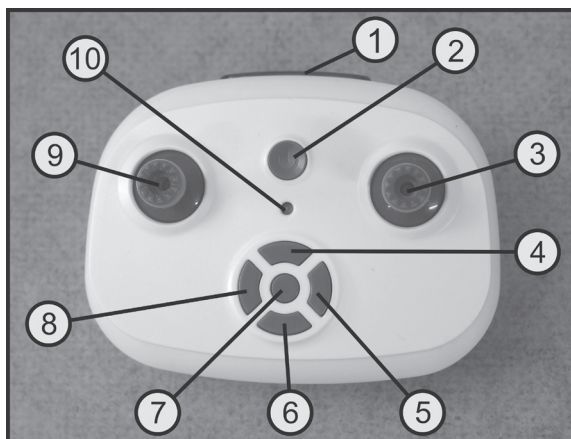
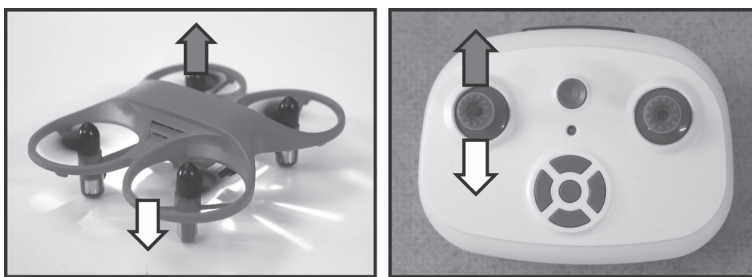
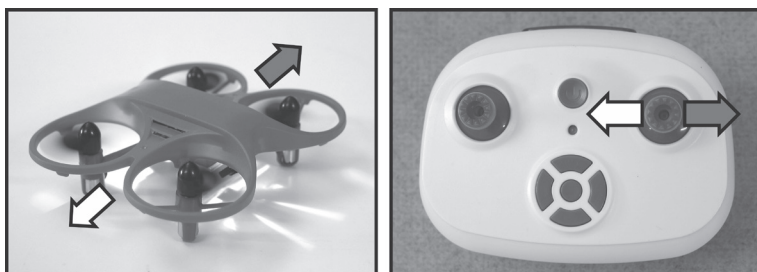
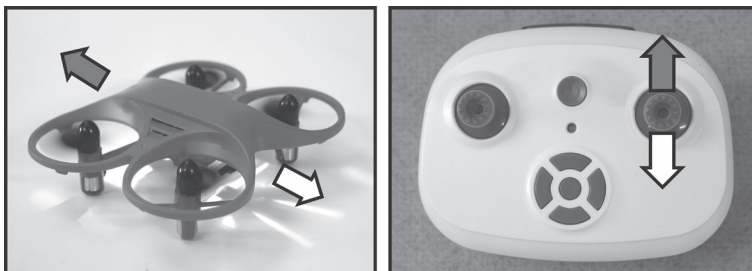

Figure 1
Figure 8
Figure 10
Figure 11
Tant que les LED du quadricoptère clignotent, poussez le levier de commande pour la fonction de Pas et lacet (voir également figure 1, pos. 9) jusqu'à la position supérieure et immédiatement après, dans la position la plus basse.
L'émetteur émet un signal sonore et la LED de l'émetteur (voir également figure 1, pos. 10) s'allume en permanence. Peu de temps après, les deux LED du quadricoptère s'allument également en permanence.
À l'aide de la fonction de Pas, vous pouvez régler la hauteur de vol du quadricoptère (voir figure 8). La commande s'effectue à l'aide du levier de commande de gauche (voir également figure 1, pos. 9).
Si le levier de commande est poussé un peu plus vers l'avant à partir de sa position centrale, le quadricoptère se relève. Lorsque le levier de commande est tiré vers l'arrière, le quadricoptère descend (voir les flèches à la figure 8).
Si le levier de commande de gauche (voir également figure 1, pos 9) est déplacé vers la gauche, le système électrique du modèle augmente le régime des hélices tournant dans le sens horaire vues de dessus tout en diminuant le régime des hélices tournant dans le sens antihoraire. La force de portance totale reste la même, mais, vu de dessus, le modèle est maintenant affecté par un couple qui fait tourner le quadricoptère autour de l'axe vertical vers la gauche.
À l'aide de la fonction Roulis, vous pouvez déplacer votre quadricoptère latéralement vers la droite et la gauche (voir Figure 10). La commande s'effectue au moyen du levier de commande droit (voir également figure 1, pos. 3).
Si vous dirigez l'émetteur vers la droite, les changements de vitesse des hélices seront inversés et le modèle volera latéralement vers la droite (voir les flèches de la figure 10).
À l'aide de la fonction Tangage, vous pouvez déplacer votre quadricoptère vers l'avant ou vers l'arrière (voir figure 11). La commande se fait également au moyen du levier de commande de droite (voir aussi figure 1, pos. 3).
Si vous dirigez l'émetteur vers l'arrière, les changements de vitesse des hélices sont inversés et le modèle vole vers l'arrière (voir les flèches de la figure 11).